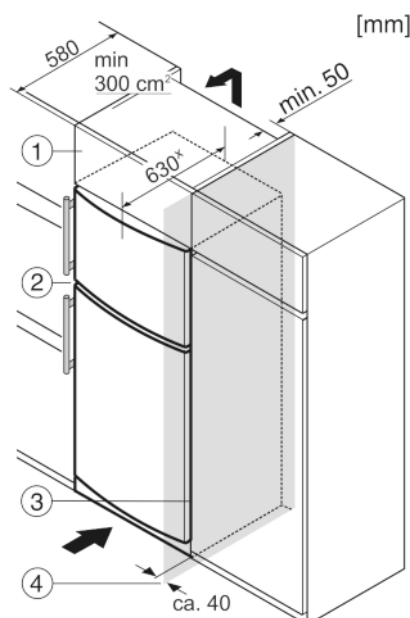

Fig. 7
L'appareil peut être entouré de meubles de cuisine. Pour adapter l'appareil *Fig. 7 (2)* à la hauteur des placards de la cuisine intégrée, on peut placer un élément haut *Fig. 7 (1)* au-dessus de l'appareil.
Lors de la transformation avec des placards de cuisine (profondeur max. 580 mm), l'appareil peut être placé directement à côté du placard de cuisine *Fig. 7 (3)*. L'appareil dépasse latéralement de 34 mm* et de 50 mm* au centre de l'appareil par rapport à la face avant du placard de cuisine.
Si l'appareil est installé avec les charnières à côté d'un mur *Fig. 7 (4)*, la distance entre l'appareil et le mur doit être de 40 mm min. Ceci correspond à la saillie de la poignée lorsque la porte est ouverte.